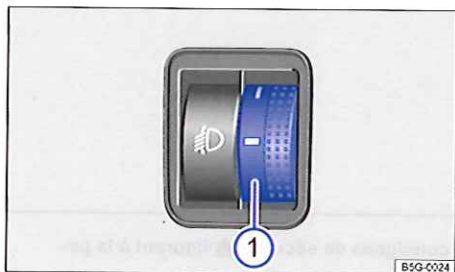

Fig. 87 À côté du volant : molette de réglage du site des projecteurs ①
Selon la valeur réglée, le réglage du site des projecteurs ⇒ **fig. 87** ① adapte en continu les faisceaux lumineux des projecteurs à l'état de chargement du véhicule. Le conducteur bénéficie ainsi d'une visibilité optimale et les automobilistes venant en sens inverse ne sont pas éblouis ⇒ .